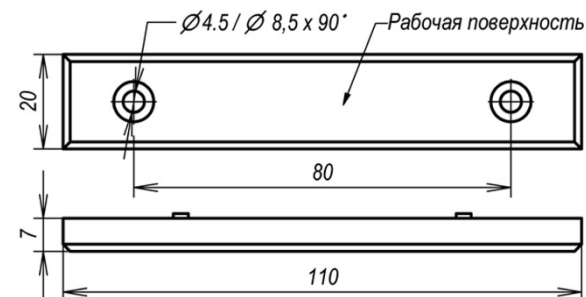

Рисунок 3 – Якорь
5.2 Якорь крепится на двери напротив корпуса двумя саморезами или винтами М4 (рисунок 3). На якоря со стороны двери установлены резиновые амортизаторы,